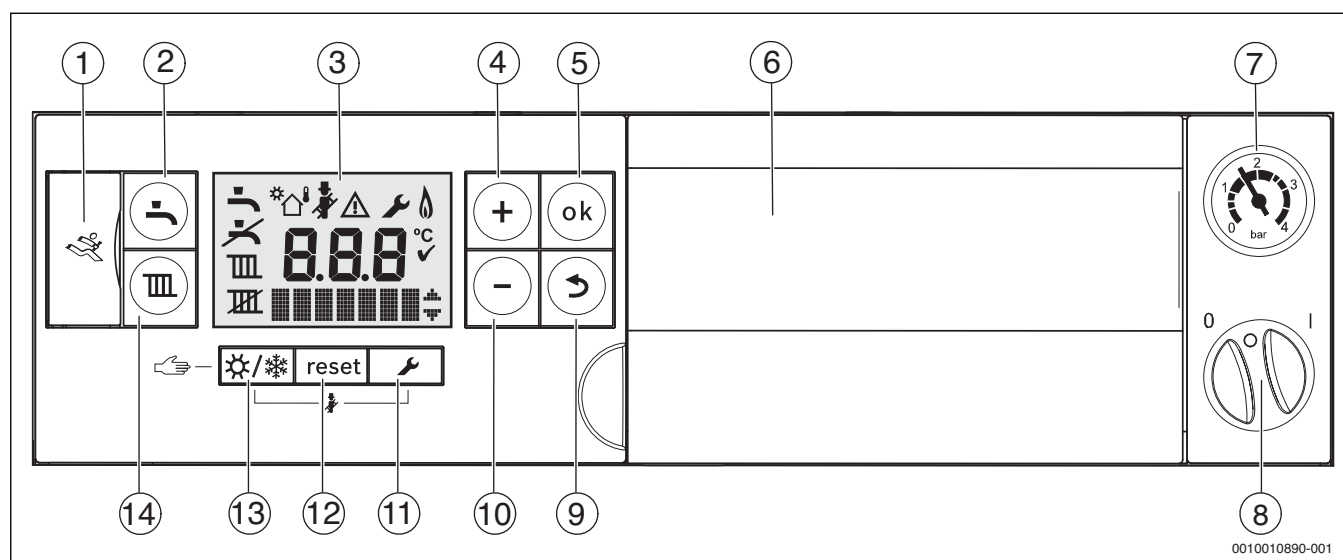

Рис. 1 Панель управления с открытой крышкой
- ▶ Включите котёл пусковым выключателем (→ рис. 1). Загорается дисплей и через некоторое время показывает температуру котла.
- ▶ Выключите котёл пусковым выключателем (→ рис. 1).
Таб. 1 Знаки на дисплее (→ рис. 1)